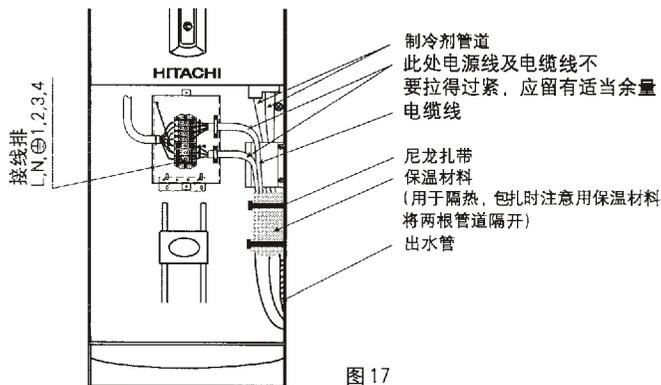

图17
- (3) 必须将黄/绿芯线接到带有“⊕”标志的端子上。
- (4) 将电源线、电缆线用压板压紧，以防止接线端子受力后脱落。
- (5) 将制冷剂管道用附件⑩尼龙扎带按图17要求扎起来。
- (6) 将电源线、电缆线从制冷剂管道外连接管通过的管道孔穿过，如果从后板穿过，管道孔必须装上管道孔护孔环，以防电源线、连接电缆损坏发生漏电危险。
- (7) 接线完成后，装上铜管压板(下)。
- (8) 室内电源必须安装空气开关。